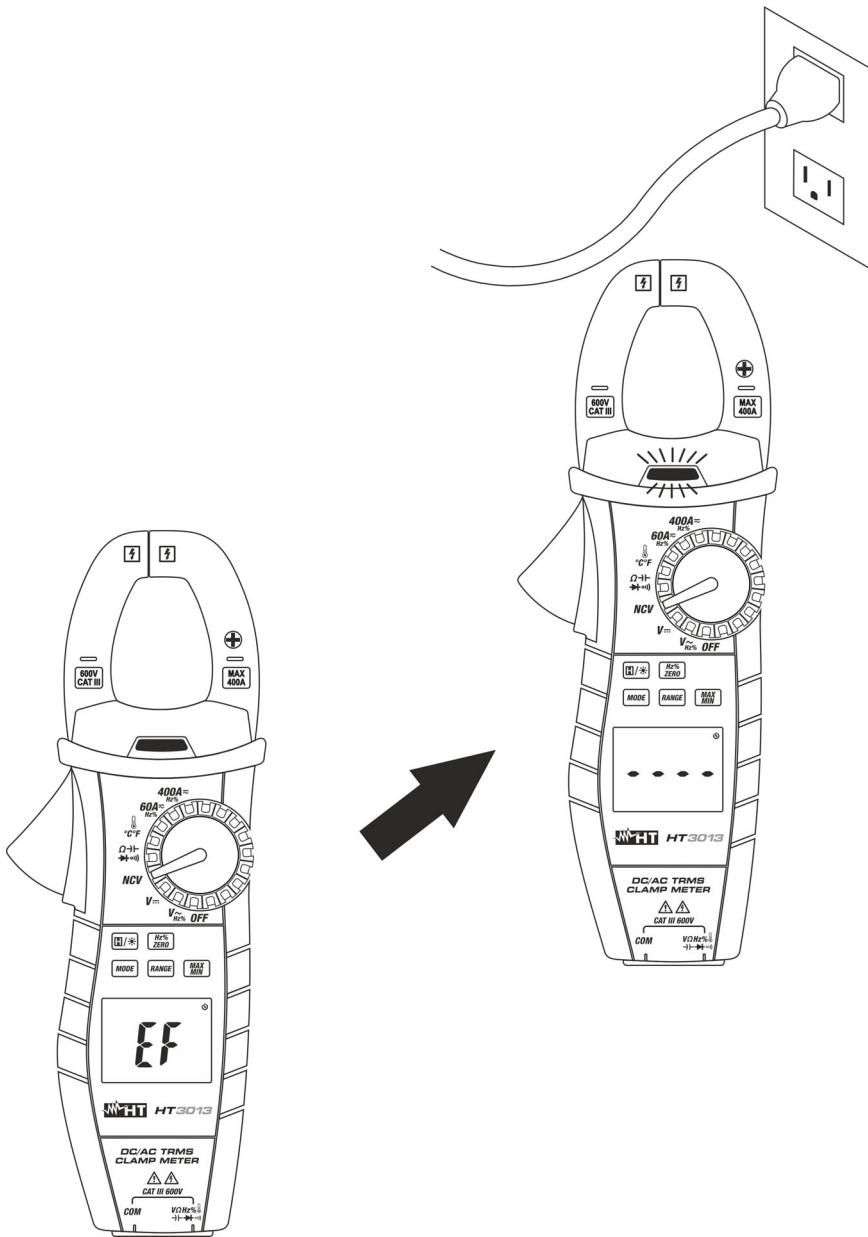

Fig. 4: Deteção da presença de tensão CA sem contato (NCV)
2. Mova o instrumento perto do ponto em exame (ver Fig. 4)